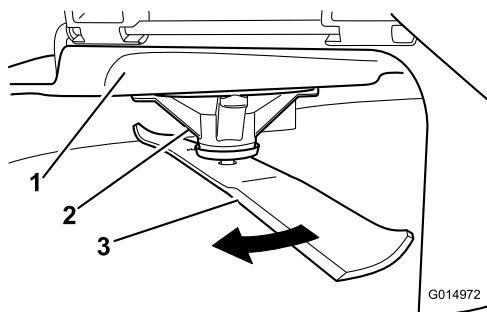

Figura 57
2. Usando luvas almofadadas ou outra proteção adequada para as mãos, rode lentamente lâmina para uma posição que lhe permita uma medição da distância entre a extremidade de corte e a superfície nivelada onde a máquina está (Figura 57).